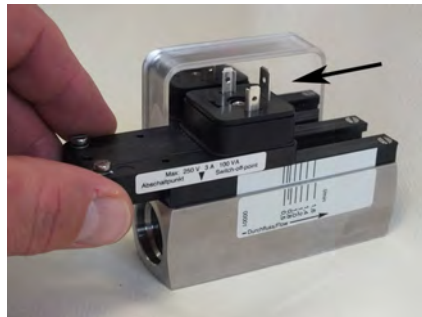

Abb. 71: Schaltkontakt aus Führung schieben
4. ➤ Den Schaltkontakt in Pfeilrichtung (Abb. 71) aus den Führungsleisten schieben